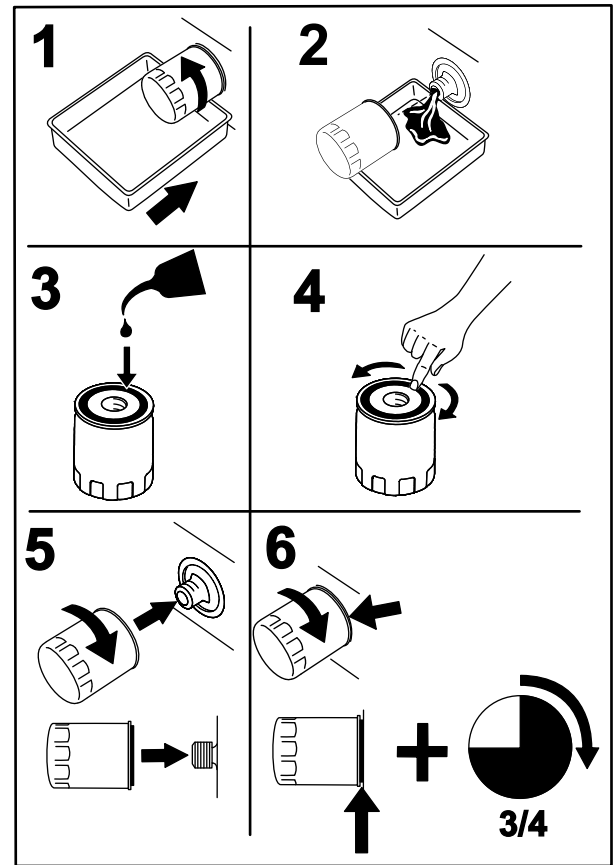

Figura 52
- Cambiate il filtro dell'olio del motore (Figura 52).